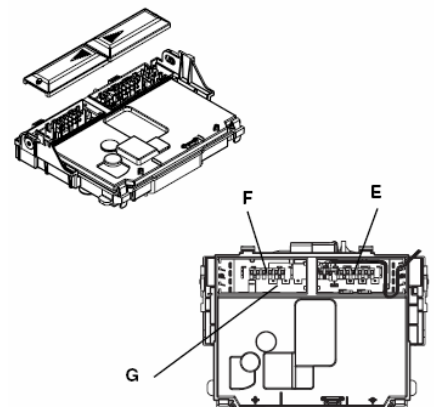

Рис. 14
- откройте крышки клеммных колодок, сдвинув их в направлении стрелок (рис. 14): **E** клеммы с напряжением 230В; **F** – клеммы с низким напряжением; **G** – подключение датчика бойлера-аккумулятора, только MIX R.S.I. – R.A.I.)